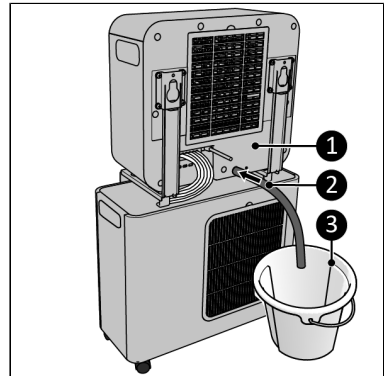

Abbildung 57.
7. Schließen Sie den Kondenswasser-Ablaufschlauch (Abbildung 57, Pos. 2) an der Rückseite des Innengeräts (Abbildung 57, Pos. 1) an.
8. Führen Sie den Kondenswasser-Ablaufschlauch (Abbildung 57, Pos. 2) in einen Eimer (Abbildung 57, Pos. 3) in einen Eimer (Abbildung 57, Pos. 3).
2. Der Kondenswasser-Ablaufschlauch (Abbildung 57, Pos. 2) muss an der Rückseite des Innengeräts angeschlossen und in einen Eimer (Abbildung 57, Pos. 3) geleitet werden.